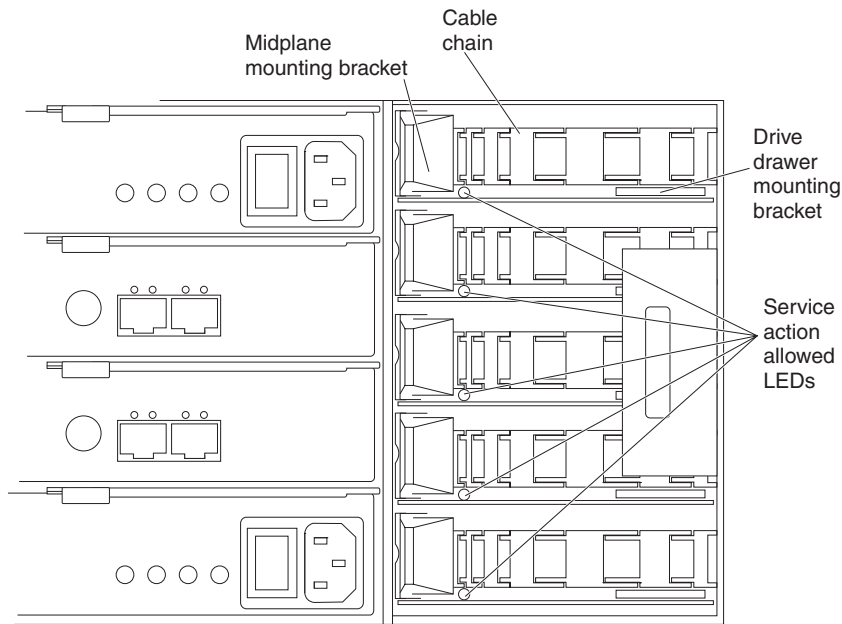

Figura 55. Vista posterior do gabinete de expansão de armazenamento com a montagem de ventilador direita removida
- a. Na parte traseira da bandeja de unidade, remova a montagem de ventilador direita. Consulte “Substituindo uma Montagem de Ventilador” na página 114 para obter as etapas para remover uma montagem de ventilador. A Figura 55 na página 122 mostra a área com a montagem de ventilador removida.